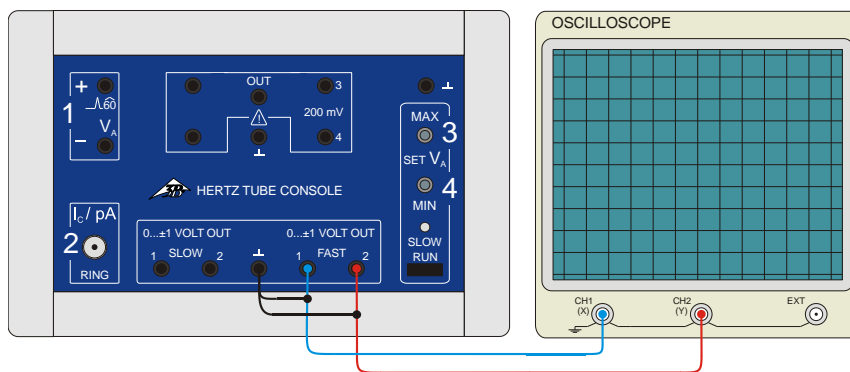

Fig. 4 Raccordement d'un oscilloscope à l'unité de commande pour tubes à potentiels critiques
- Raccordez la sortie Fast1 de l'unité de commande au Canal 1 (déviation X) et la sortie Fast 2 au Canal 2 (déviation Y) de l'oscilloscope. (voir Fig. 4)